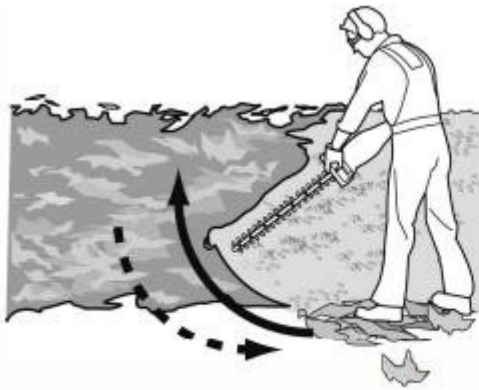

Fig. 5
5. Najpierw przycinaj boki od dołu do góry. Zapobiega to opadaniu ściętych gałęzi na jeszcze nieprzycięte miejsca (Rys. 5 / Fig. 5).